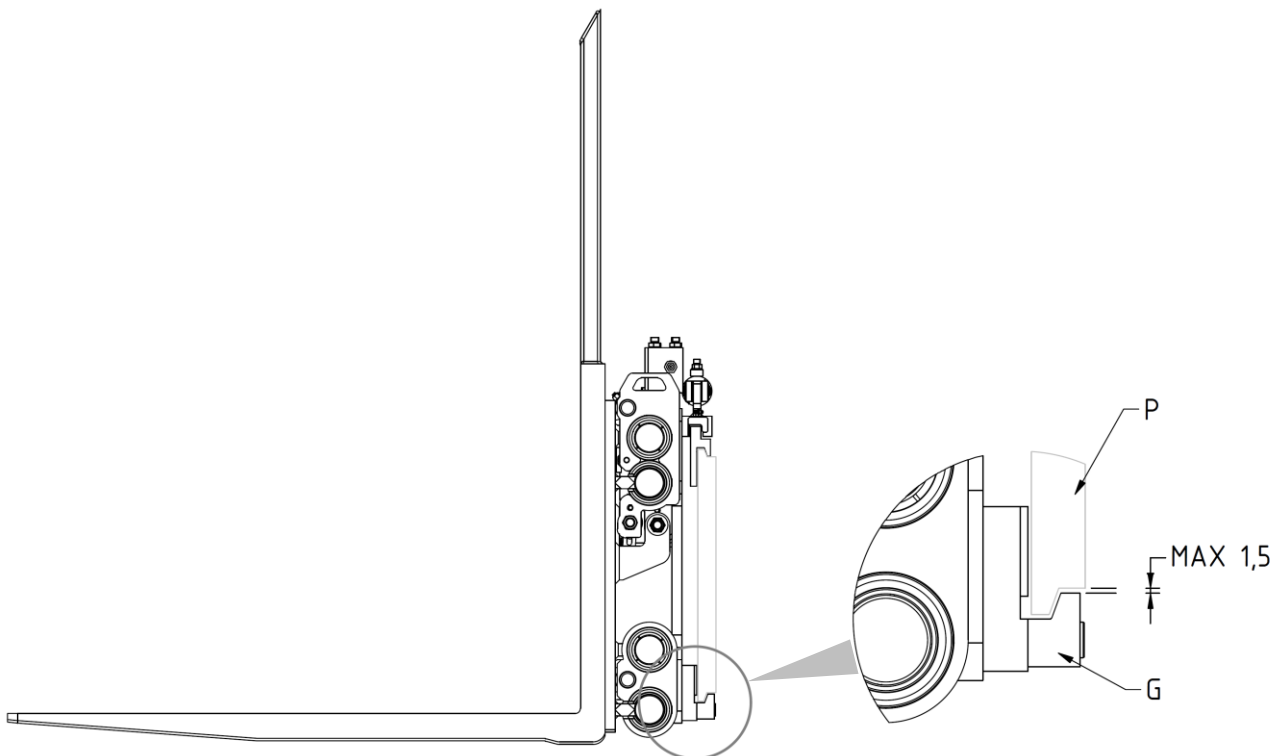
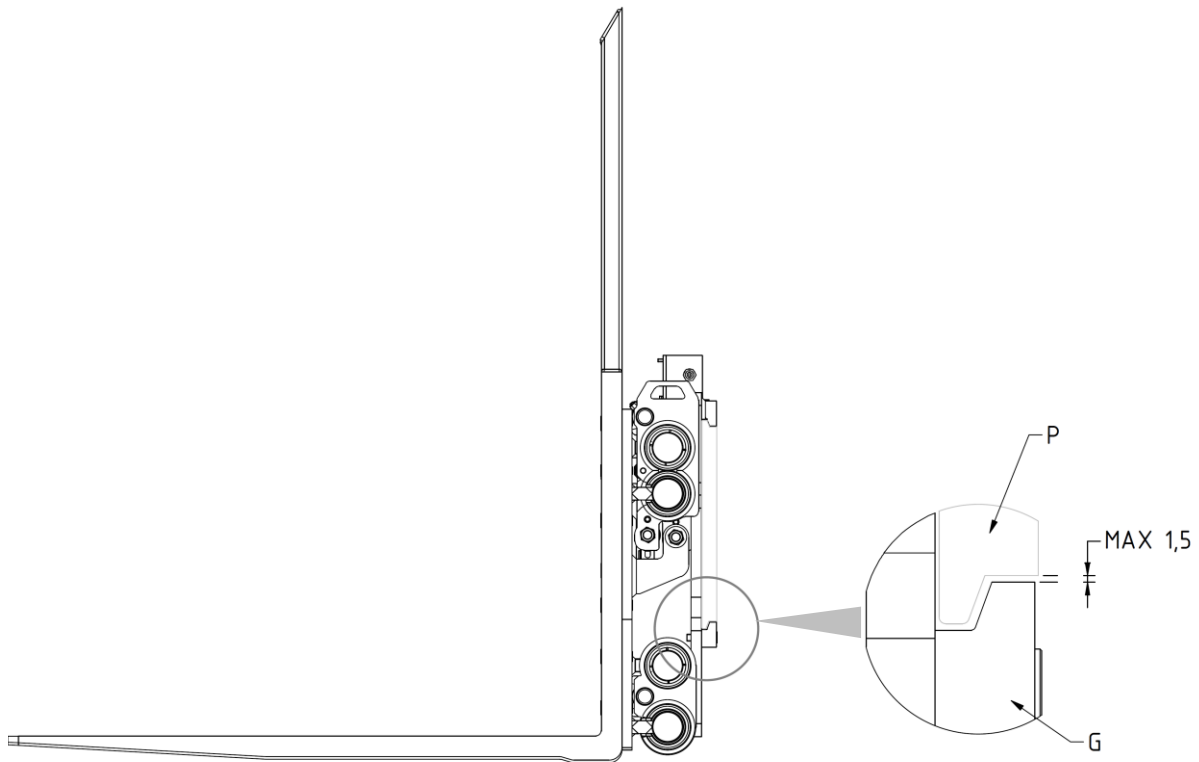

Abbildung 7
Abbildung 10
11. Schrauben Sie die 2 unteren Haken G so an, dass ihr Körper auch unterhalb der Trägerplatte der Gabel P eingehängt bleibt (mit einem Spiel von max. 1,5 mm, siehe Detail *Abbildung 7*) und ziehen Sie sie mit dem in der *Tabelle 3* genannten Anzugsmoment an.
7. Schrauben Sie die 2 unteren Haken G so an, dass ihr Körper auch unterhalb der Trägerplatte der Gabel P eingehängt bleibt (mit einem Spiel von max. 1,5 mm, siehe Detail *Abbildung 10*) und ziehen Sie sie mit dem in der *Tabelle 4* genannten Anzugsmoment an.
3. Kontrollieren Sie, ob das Spiel zwischen dem unteren Teil der Trägerplatte der Gabel und den unteren Haken des Geräts mit der Angabe in der *Abbildung 7* (Seite 14) und *Abbildung 10* (Seite 17) übereinstimmt, und ziehen Sie gegebenenfalls die Schrauben, die sie halten, nach.